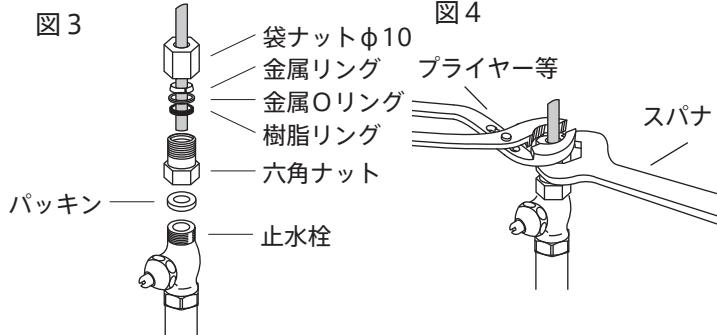

図5
- ・ブレードホースを分岐ヘッダ止水栓に仮固定し、給水・給湯パイプの必要長さを測り、切断します。（図5・6）